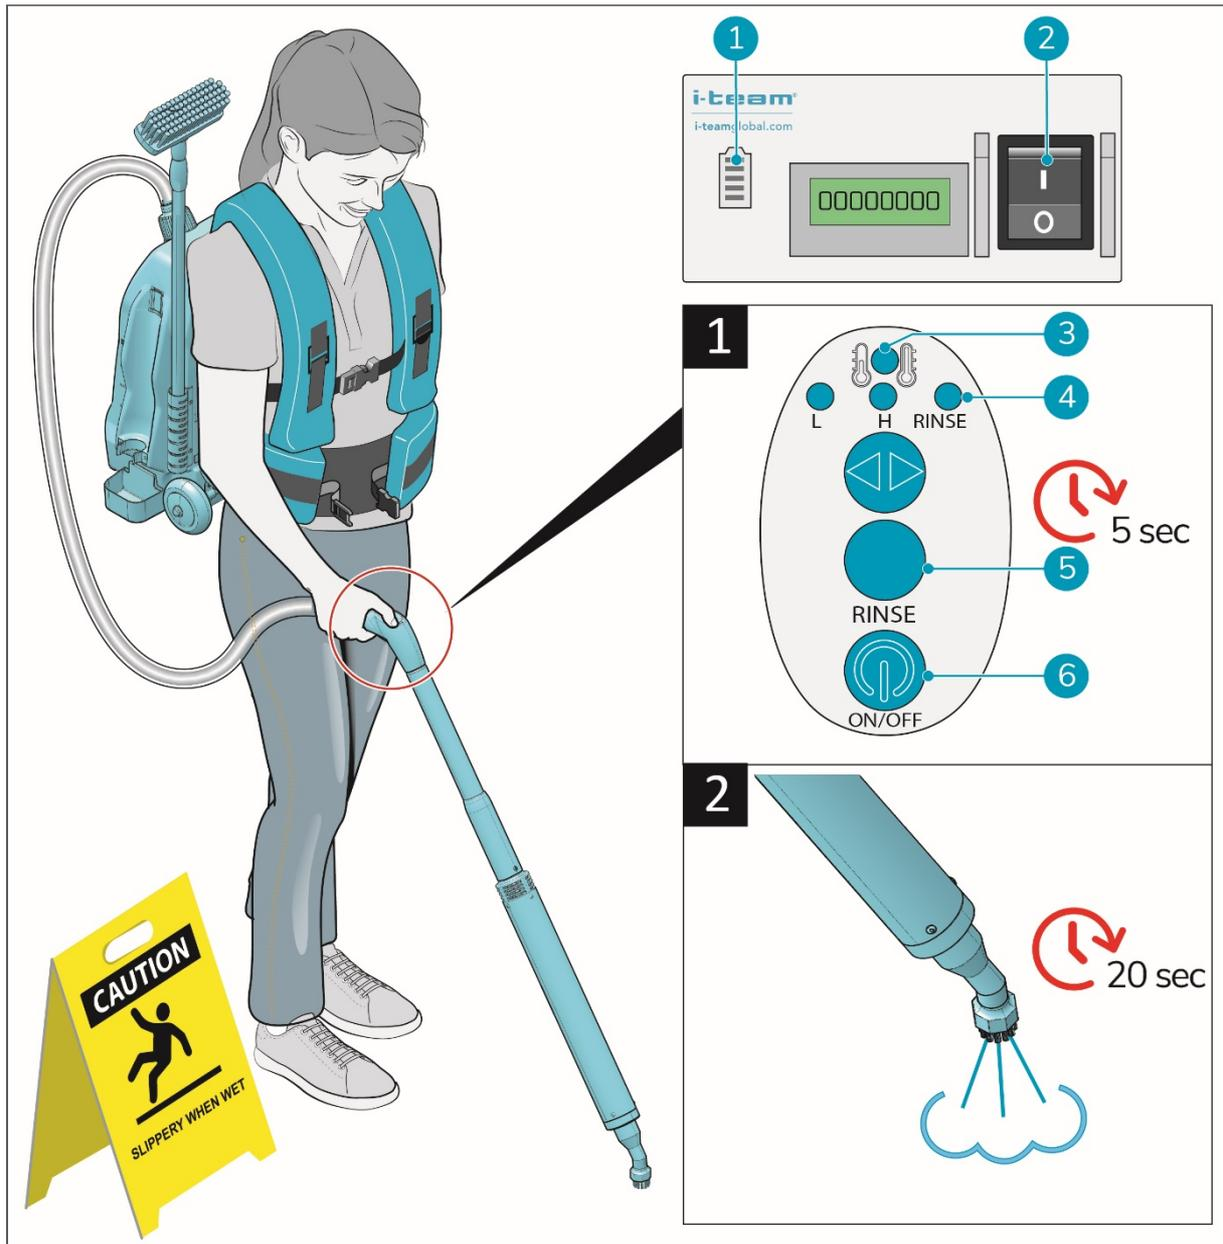

Figura 17
1. Ligue o i-gum® utilizando o interruptor de alimentação principal na parte inferior (figura 17, posição 2) esquerda do corpo do equipamento.
2. Verifique o indicador de alimentação (figura 17, posição 1).
9. Prima o botão ON/OFF (ligar/desligar) (figura 17, posição 6) no controlo da pega.
10. Prima o botão RINSE (enxaguar) (figura 17, posição 5).
12. Verifique a luz indicadora de enxaguamento (figura 17, posição 4).
13. Solte o botão RINSE (enxaguar) (figura 17, posição 5) quando a luz indicadora de enxaguamento acender.
15. Verifique a luz indicadora de aquecimento (figura 17, posição 3).